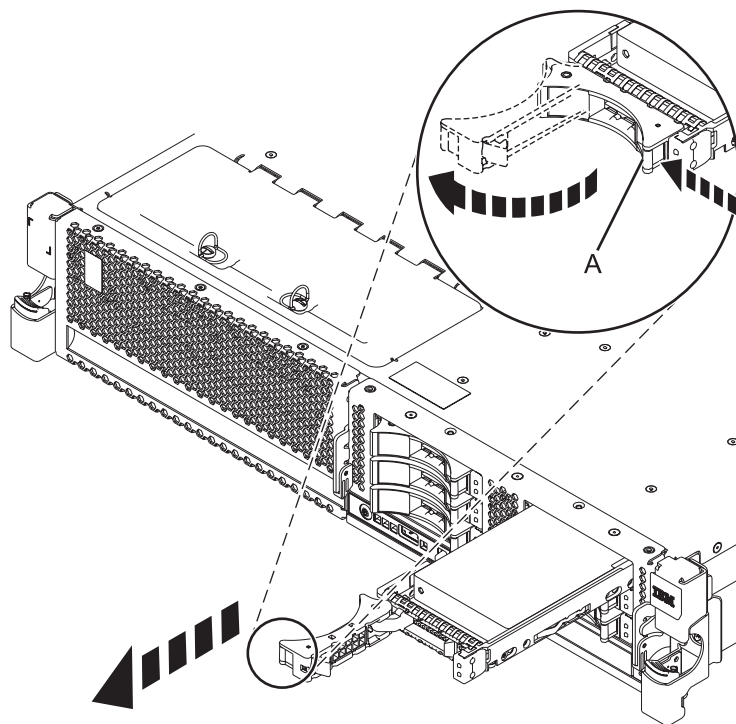

Figura 16. Extracció d'una unitat de disc del sistema
1. Desbloqueu la unitat de disc o unitat d'estat sòlid fent pressió i estirant-la cap a vosaltres, tal com es mostra a la Figura 16 a la pàgina 25.